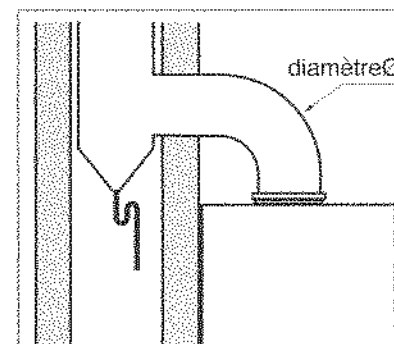

Fig. 7
Prévoir un pot de purge afin d'éviter que la condensation éventuelle du conduit ne tombe dans l'appareil (fig. 7).
- Le raccordement est prévu pour emboîtement du tuyau ou du coude à l'intérieur de la buse de sortie de l'antirefouleur de la chaudière (voir fig. 7 page 10).